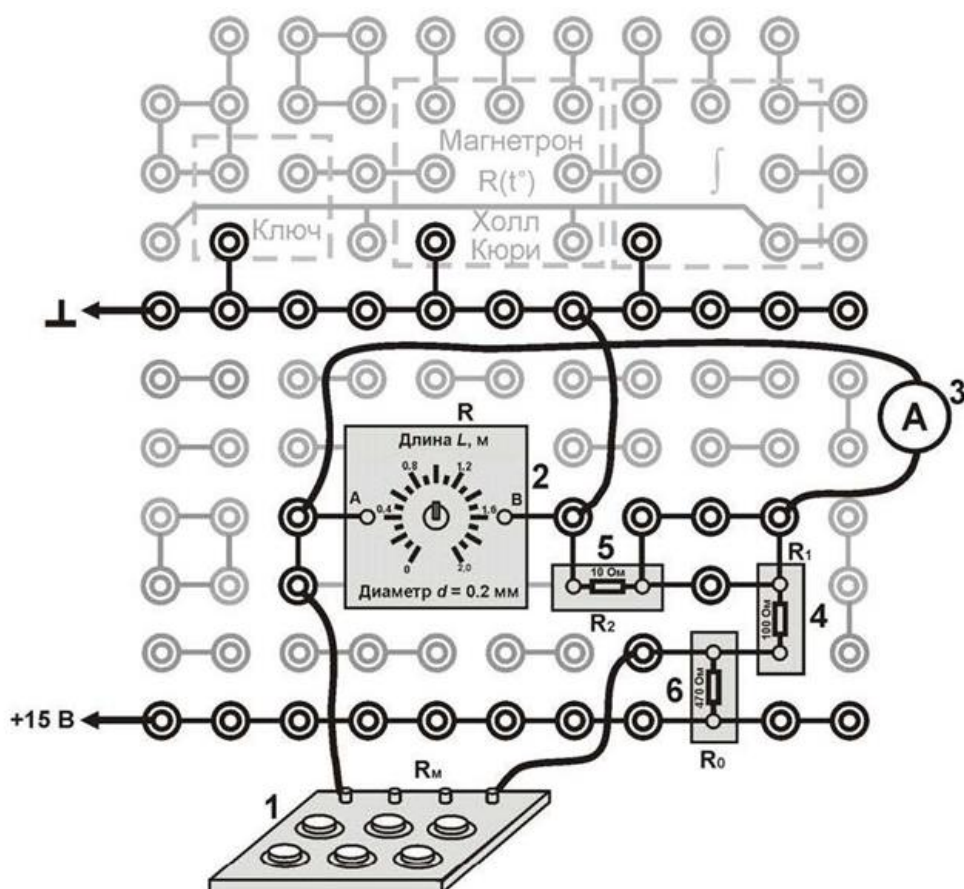

Рисунок 4. Монтажная схема для измерения с помощью моста Уитстона. Обозначения 1,2,3,4,5,6 соответствуют обозначениям на рисунке 2
9. Соберите монтажную схему (см. рисунок 4) по схеме (см. рисунок 2). Магазин сопротивлений необходимо подключать с максимальным диапазоном.